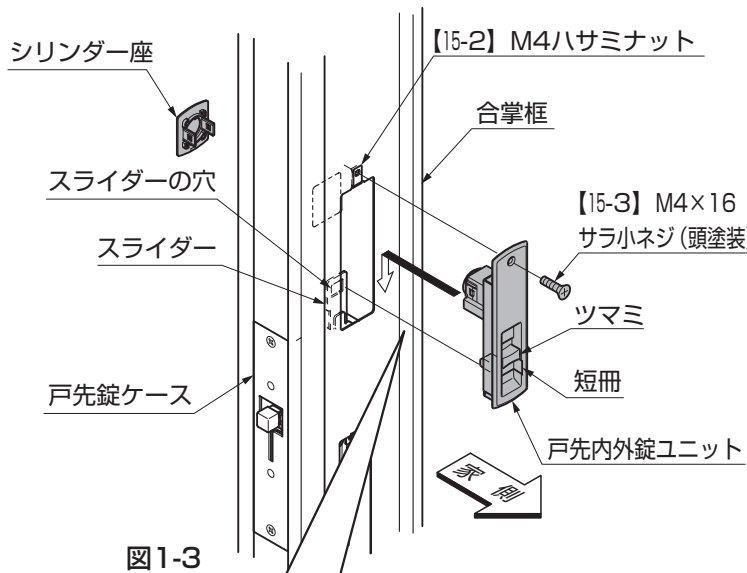

図1-3
- ①合掌框に【15-2】を差込んでください。(図1-3参照)
- ②戸先内外錠ユニットのスライダー連結部をスライダーの穴に合わせて、溝を合掌框に差込んで【15-3】で取付けてください。(図1-3、図1-4参照)
- ③道路側からシリンダー筒の突起部に合わせてシリンダー座を差込んでください。(図1-3、図1-4参照)
- ④短冊を取除いてください。